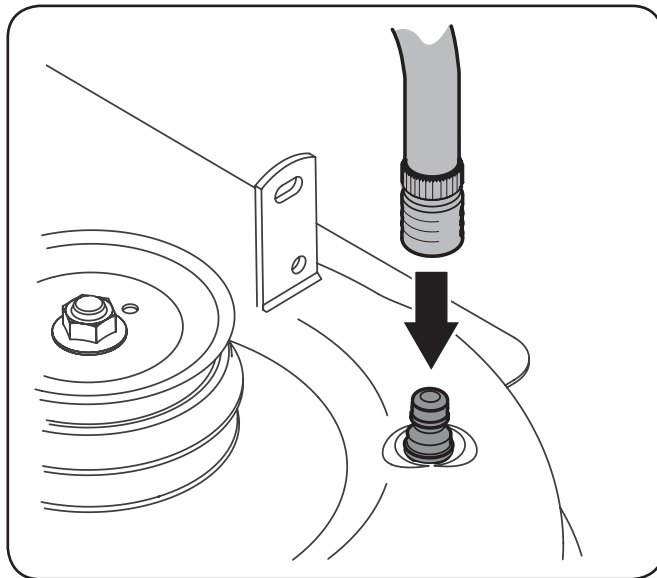

Figure 6-3
3. Installez l'adaptateur du boyau sur le gicleur situé sur le plateau de coupe. Voir Figure 6-3.